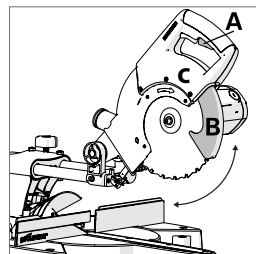

図37
- ・ セーフティ解除ボタン（図37,A）を押してロックを解除し、ブレードカバー（図37,B）を上げて、安全カバー（図37,C）に格納します。